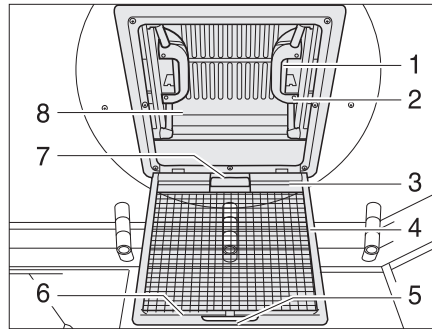

Bild 42 Taklucka med snäpplås
- Drag i handtaget (Bild 42,5).
- Fäll ned insektsskyddet (Bild 42,4).
- Tryck snäpplåset (Bild 42,1) mot takluckans insida (Bild 42,8). Tryck samtidigt takluckan uppåt med handtaget (Bild 42,2).
- Fäll upp insektsskyddet (Bild 42,4) så att det hakar i.
- Drag kraftigt ner takluckan (Bild 42,8) med hjälp av båda handtagen (Bild 42,2) så långt, att snäpplåsen (Bild 42,1) går i lås.
- Drag mörkläggningsrullgardinen (Bild 42,1) i handtaget (Bild 42,7) och haka i kroken (Bild 42,3) i listen på insektsskyddet.
- Lossa handtaget (Bild 42,3) från fästlisten (Bild 42,6) och för långsamt tillbaka mörkläggningsrullgardinen.